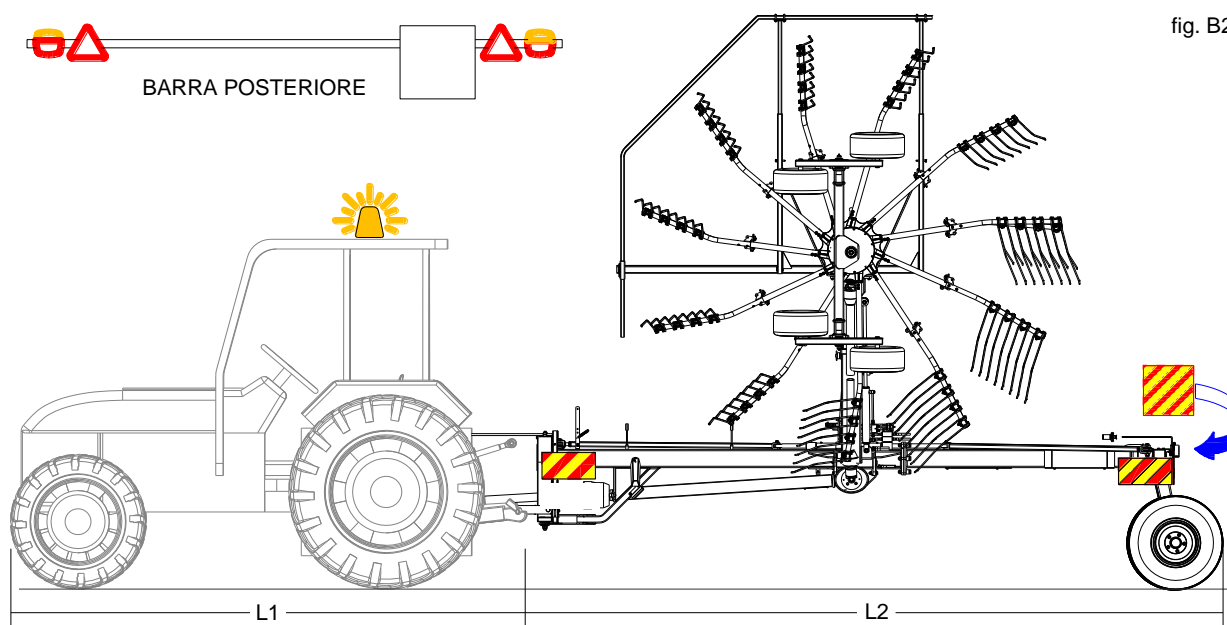

fig. B2
- **ingombro posteriore e laterale:** l'operatore dovrà applicare al giroandanatore gli appositi pannelli per evidenziare l'ingombro posteriore ed eventualmente laterale del trattore. A tal proposito è bene ricordare che i pannelli devono essere retroriflettenti e fluorescenti a strisce gialle e rosse e del tipo omologato. L'applicazione dei pannelli laterali, come mostrato in figura, è dovuta solo se la lunghezza del giroandanatore **L2** è superiore del 40% di quella del trattore **L1** (es se il trattore è lungo 3m, per applicare i pannelli laterali il giroandanatore dovrà risultare lungo minimo 4,2m). Per limitare l'ingombro trasversale dell'attrezzatura è stata prevista una apposita **configurazione da trasporto** che prevede la rimozione dei bracci porta denti ed il sollevamento dei due gruppi rotanti, come mostrato in **fig.B2** (vedi relativo paragrafo D2.9);